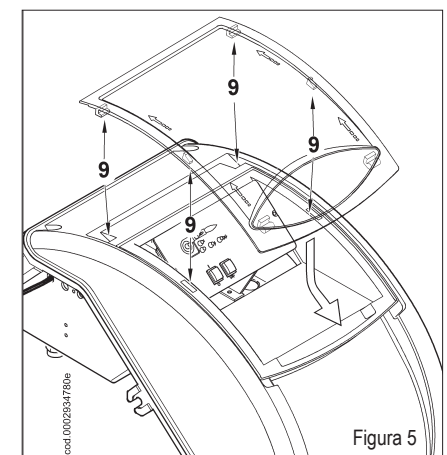

Figura 5
- 5) Para colocar correctamente la tapita transparente en el cuadro proceder como indica la figura 5: poner los ganchos de manera que correspondan con los alojamientos (9), desplazar la tapita en la dirección indicada por la flecha hasta que se note un ligero clic. Ahora la hermeticidad ya está garantizada.